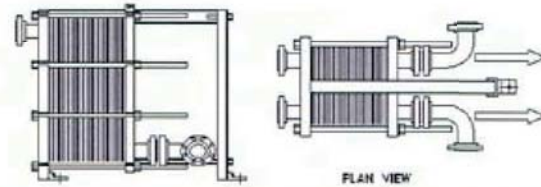

Figure 2.3 Fond mobile installé avec des pièces bobines sur les tubulures
- e) Les tubulures sur le fond mobile doivent être installées avec des pièces bobines, montrées en figure 2.3, pour assurer la mobilité du fond.